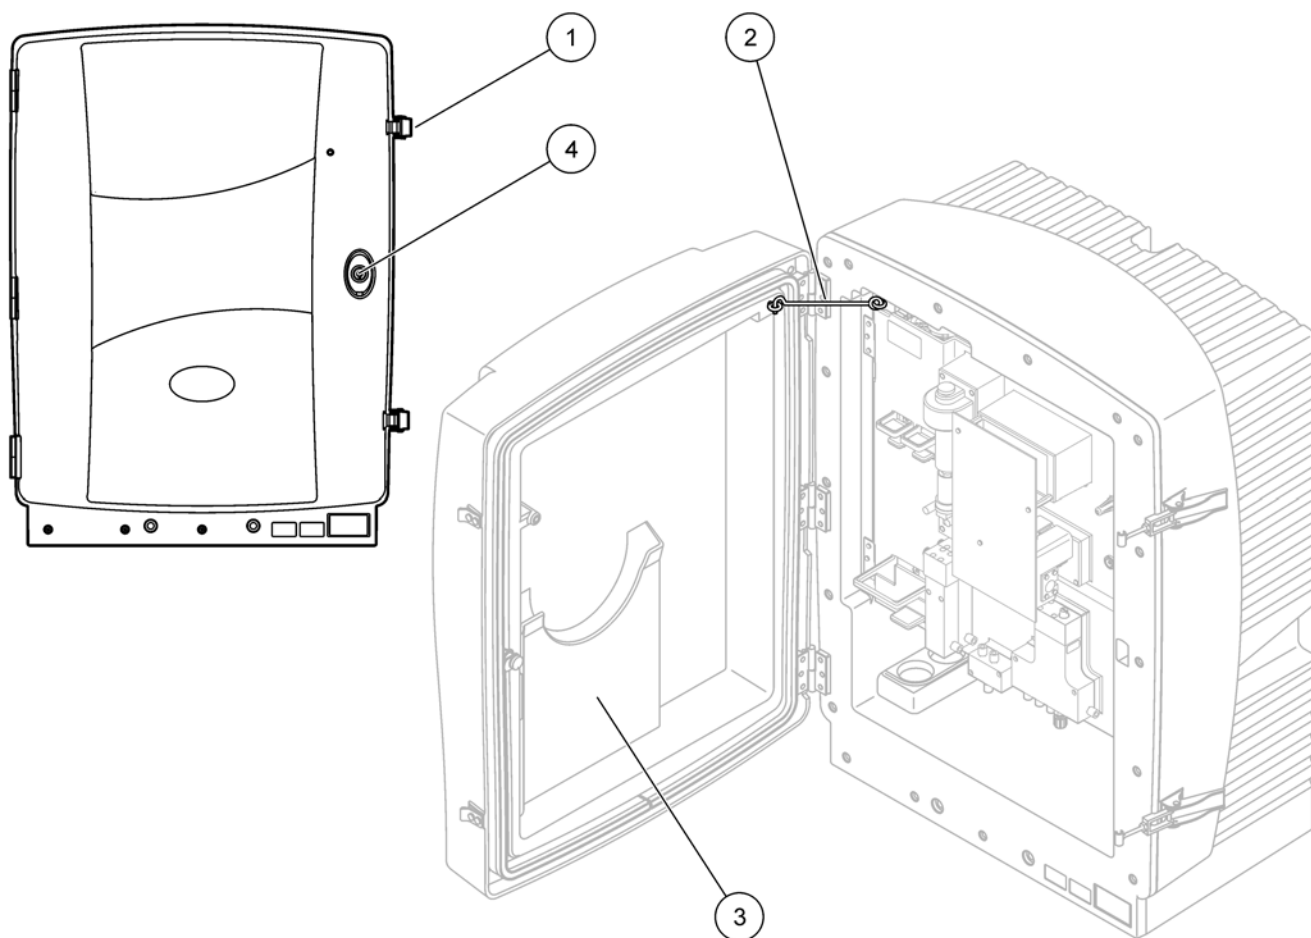

Рисунок 7 Откройте корпус анализатора PHOSPHAX sc
1. Откройте прибор (позиция 4, Рисунок 7).